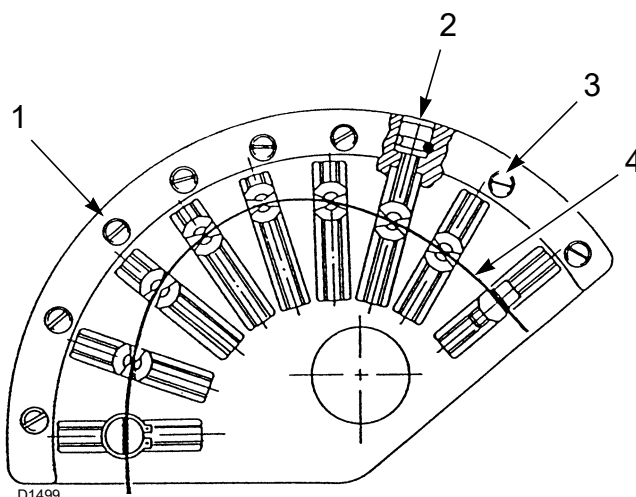

Fig. 29
- Régler le débit d'air en réglant la came à profil variable au moyen des vis 2)(Fig. 29) (came 1)(Fig. 31).
- Une fois le réglage optimal atteint, ne pas oublier de serrer les vis de réglage des profils des cames au moyen des vis 3)(Fig. 29).
Pour une meilleure répétabilité de réglage, faire attention à arrêter la rotation du groupe came lorsque le roulement supérieur qui glisse sur le profil 4)(Fig. 29) se trouve aligné sur une des vis de réglage 2)(Fig. 29).
Visser ou dévisser la vis 2)(Fig. 29) sélectionnée pour augmenter ou diminuer le débit d'air de manière à l'adapter au débit de fioul correspondant.
Une fois les puissances (maximale, minimale et intermédiaires) réglées, il est important de bloquer toutes les vis de réglage de l'air 2)(Fig. 29) par l'intermédiaire des vis de blocage 3)(Fig. 29) de manière à éviter de possibles déplacements des positions de réglage air - fioul.
Légende (Fig. 29)
Par exemple, régler la puissance minimum à 800 kW, contrôler les émissions et éventuellement augmenter ou diminuer l'ouverture du volet d'air (voir «Procédure de calibrage (gaz)» à la page 32). Remettre la puissance à 800 kW en agissant sur les vis 2) de la came mécanique (Fig. 29 à la page 30) et vérifier les émissions.